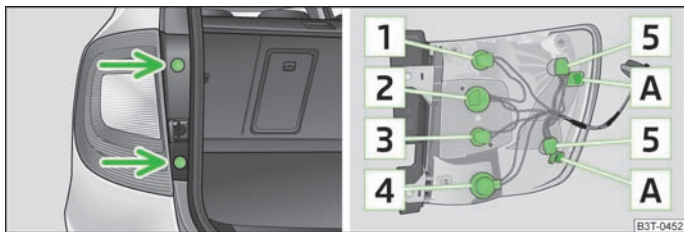

Fig. 194 Démontage du bloc optique arrière (Combi)
Synoptique des emplacements des ampoules » fig. 194.
- Retirez les bouchons » fig. 194 et dévissez le bloc optique arrière à l'aide d'une clé TORX » page 211, *Outils de bord*.
- Pour la repose, enfoncez d'abord les ouvertures **A** » fig. 194 du bloc optique arrière sur les goujons de la carrosserie.